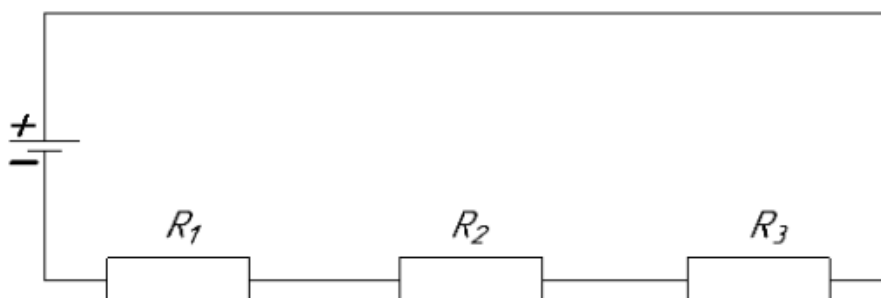

Рисунок 2.2.1 – Схема последовательного соединения резисторов
- 3) Собрать схему из последовательно соединенных резисторов (рисунок 2.2.1) на макетной плате, выбрав их из уже имеющихся (используемых в пункте 2), реальное сопротивление выбранных резисторов (таблица 2.2.1) занести в строку 2 таблицы 2.2.2.
- 2) Схема последовательного соединения резисторов (рисунок 2.2.1), заполненная таблица 2.2.2, изображение схемы в симуляторе электронных схем.